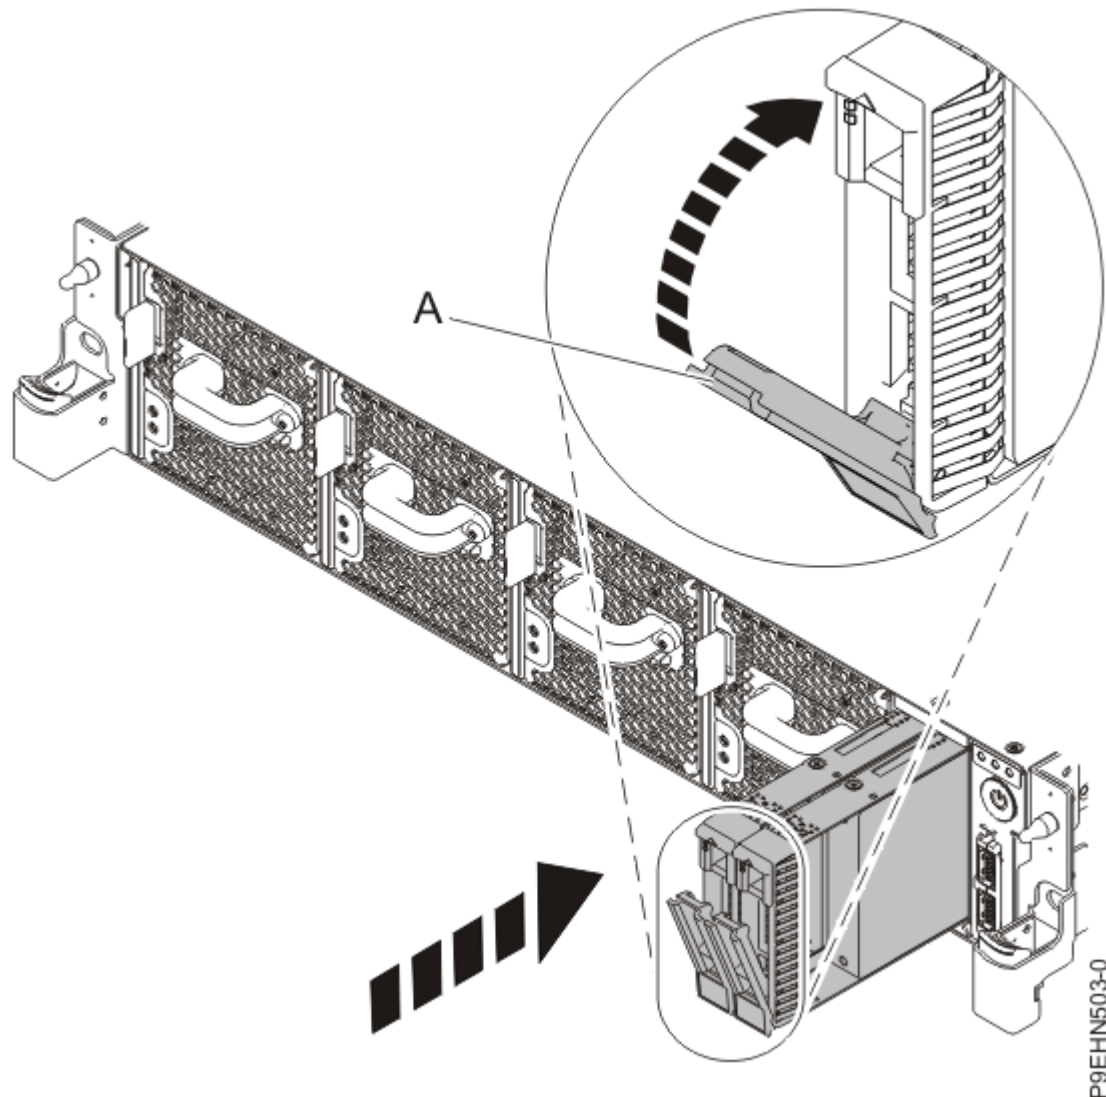

Figura 6. Detalle de bloqueo de la unidad de disco
3. Bloquee el asa de la bahía de la unidad de disco **(A)** presionando el pestillo del asa. Vea la Figura 6 en la página 10.